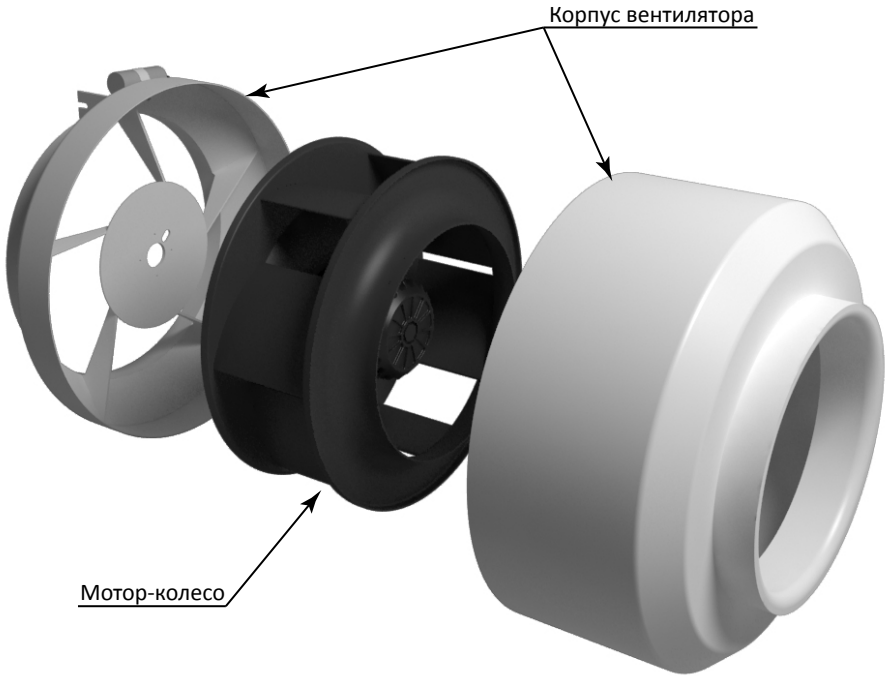

Рис. 1. Конструкция изделия
5.1 Общий вид изделия (Рис. 1).